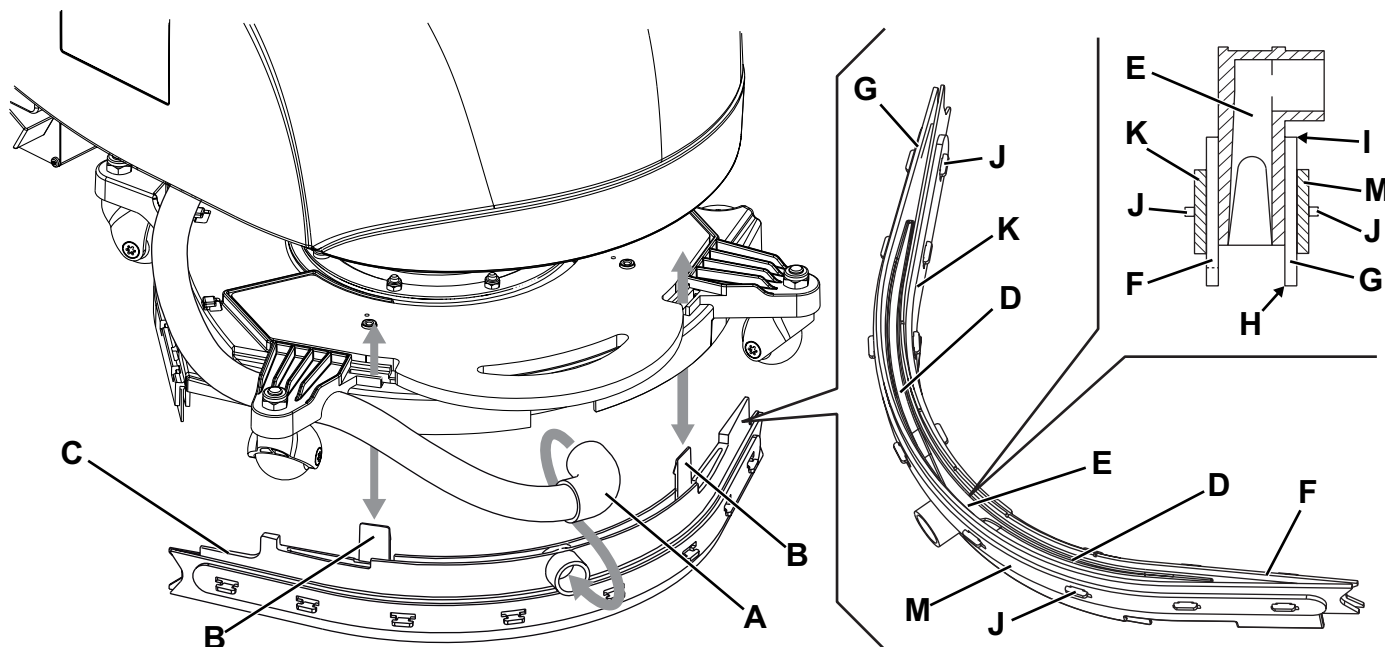

Figure 4
2. Tourner la manette (32) sur «0» et débrancher la batterie (7).
3. Tourner la tête porte-brosse / plateau support disque (12) dans le sens contraire aux aiguilles d'une montre jusqu'à fin de course.
4. Déconnecter le tuyau d'aspiration (A, Fig. 4) de l'embouchure en dévissant le collier.
5. Dégager les pinces (B) et enlever l'embouchure (C) en l'extrayant de la tête porte-brosse vers le bas.
6. Laver et nettoyer l'embouchure. Nettoyer en particulier les compartiments de convoyage (D) et l'orifice d'aspiration (E) de la saleté et des déchets.
7. Contrôler que la lamelle en caoutchouc avant (F) et la lamelle en caoutchouc arrière (G) sont intactes et qu'elles ne présentent pas de coupures ou déchirures ; dans le cas contraire, les remplacer (voir la procédure au paragraphe suivant).
2. Contrôler que la lamelle en caoutchouc avant (F, Fig. 4) et la lamelle en caoutchouc arrière (G) sont intactes et qu'elles ne présentent pas de coupures ou de lacérations ; en cas contraire, les remplacer selon les instructions suivantes. Contrôler aussi que l'arête de la lamelle en caoutchouc arrière (H) n'est pas usée ; dans le cas contraire, renverser la lamelle, en remplaçant l'arête usée avec l'autre arête (I), si elle est encore intacte. Si l'autre arête est usée, remplacer la lamelle en caoutchouc, en procédant comme suit :
- Dégager la barre de fixation (K ou M) des dispositifs de retenue (J), puis remplacer (ou renverser) la lamelle en caoutchouc (G ou F).
3. Installer l'embouchure (C) en insérant les pinces (B) dans les logements de la tête porte-brosse.
4. Connecter le tuyau d'aspiration (A) à l'embouchure et serrer le collier.